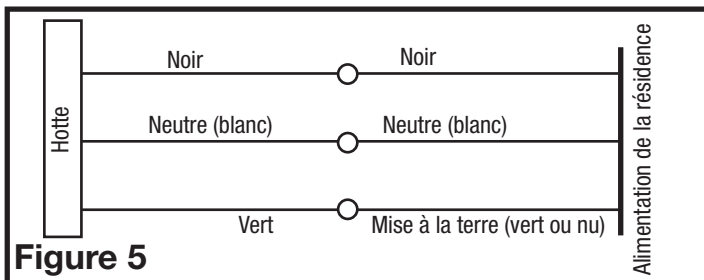

Figure 5
- 3 Examinez le couvercle du compartiment de câblage et sélectionnez l'entrée des câbles la plus appropriée puis retirez l'alvéole défonçable. Passez le câble d'alimentation dans l'ouverture et installez un serre-câble approprié. Raccordez le fil blanc de l'unité de puissance au fil blanc de l'alimentation. Raccordez le fil noir de l'unité de puissance au fil noir de l'alimentation. Connectez le fil de mise à la terre de la résidence (vert ou cuivre nu) au fil de mise à la terre de l'unité de puissance (vert ou vert / jaune). Utilisez des méthodes de raccordement approuvées pour toutes les connexions (Figure 5).